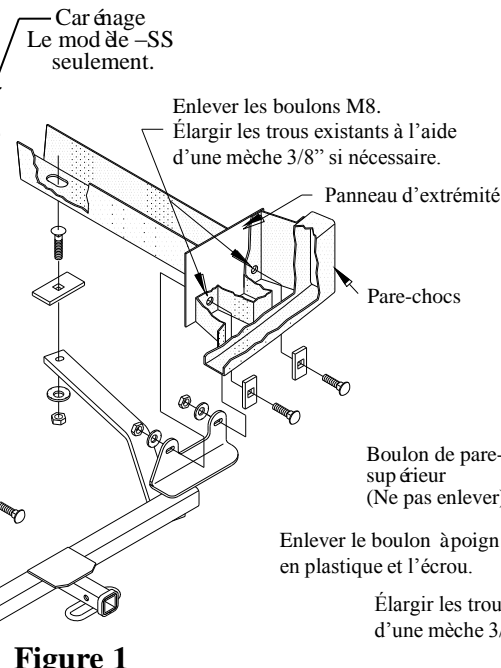

Figure 1
6. Installer lâchement les boulons 3/8 po, les blocs, les rondelles coniques et les écrous hexagonaux, comme illustré sur la figure 1.